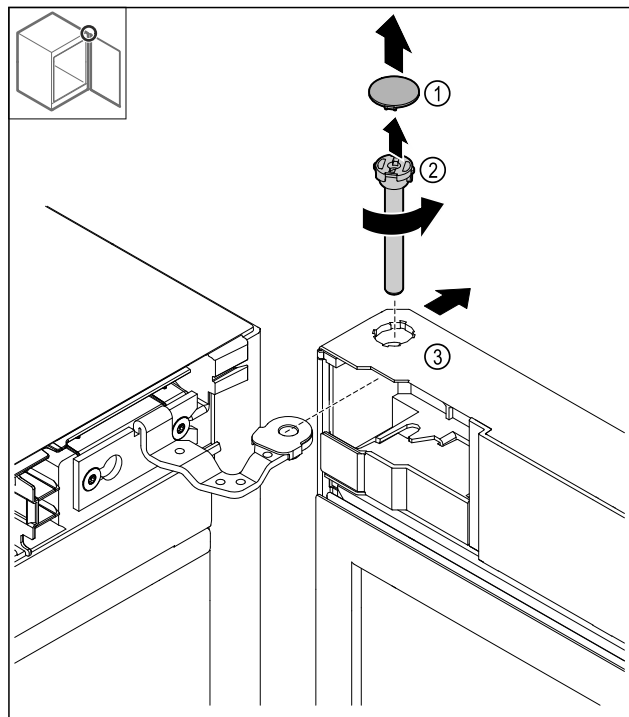

Fig. 9
- Rimuovere la copertura Fig. 9 (1).
- Allentare i bulloni Fig. 9 (2) in senso antiorario e rimuoverli.
- Ribaltare leggermente la porta Fig. 9 (3).